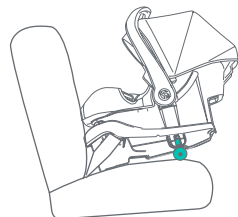

Fig. 55-3
- Se puede colocar una toalla enrollada, una toalla doblada o un flotador de piscina en la parte posterior de la base para elevarla (Fig. 55-3).